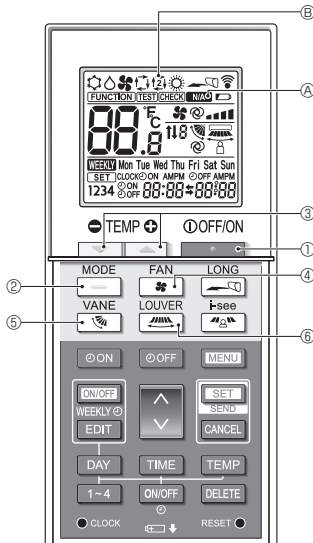

Fig. 4-1
4.1. Az egység bekapcsolása és kikapcsolása (Fig. 4-1)
4.2. A hőmérséklet kiválasztása (Fig. 4-1)
- Ha megnyomja a vagy a gombot ③, a beállított hőmérséklet villog, és megjelenik a beállítási képernyő. A beállított hőmérséklet-tartomány felső határának (hűtés) megváltoztatásához nyomja meg a gombot ③. A beállított hőmérséklet-tartomány alsó határának (fűtés) megváltoztatásához nyomja meg a gombot ③.
- A beállítási képernyőn nyomja meg a gombot ② a villogó kijelző átkapcsolásához a felső határ (hűtés) és az alsó határ (fűtés) között.
- Nyomja meg a vagy a gombot ③ a beállítási képernyőn a villogó beállított hőmérséklet módosításához.
4.3. A ventilátor fordulatszámának kiválasztása (FAN (VENTILÁTOR)) (Fig. 4-1)
4.4. A függőleges légáramlási irány beállítása (Fig. 4-1)